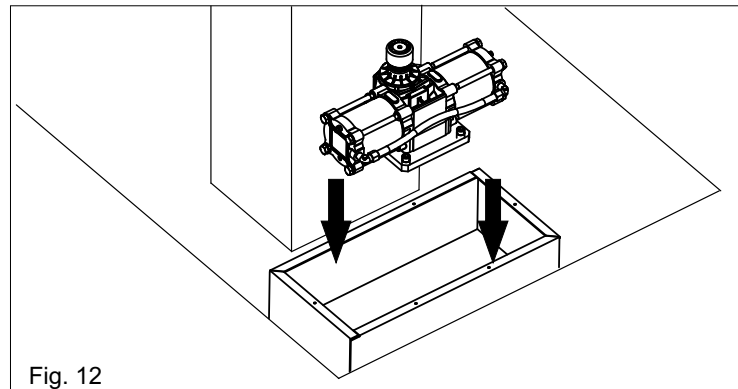
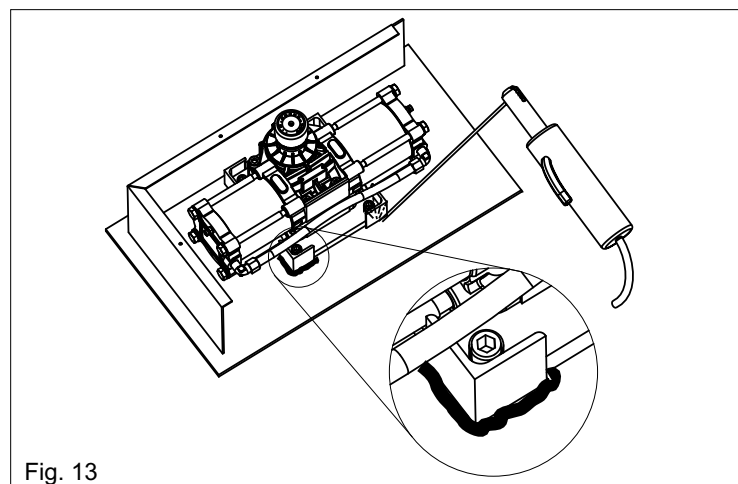

Fig. 12
Fig. 13
**3.1.** Colocar el martinete en la caja de fundación (Fig.12) posicionando el eje del árbol de salida alineado al eje del gozne de la cancela y soldar los 4 angulares a las extremidades para fijar el martinete (Fig. 13).